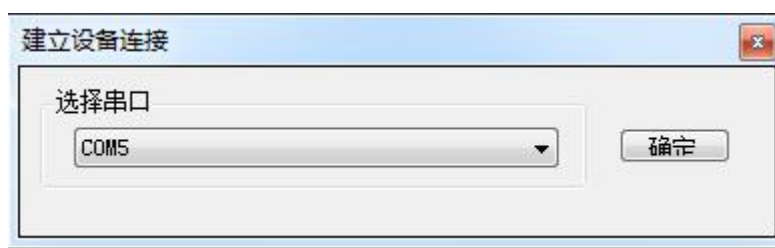

图 3.1.13 串口选择窗口
(1) 点击软件用户界面中的“建立连接按钮” ，弹出如图 3.1.13